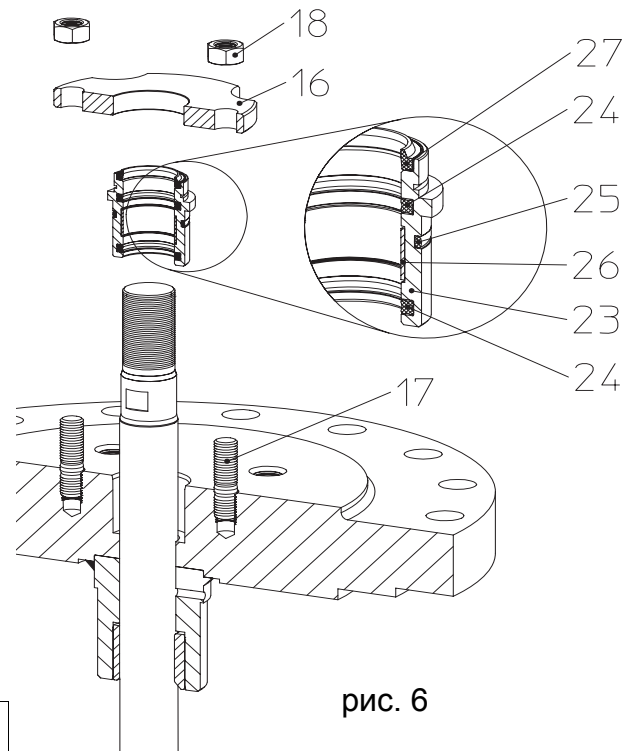

рис. 6
- При замене уплотняющих элементов (поз. 24, 25) следите за правильным порядком установки и положением отдельных деталей (см. рис. 6).